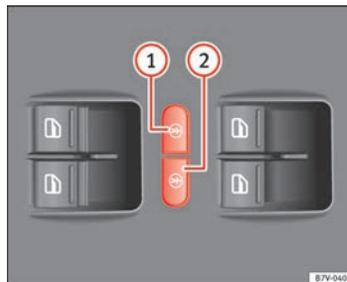

Fig. 51 En la puerta del conductor: teclas del seguro eléctrico para niños.
El seguro eléctrico para niños evita la apertura y el cierre de puertas corredizas y de los elevavinas eléctricos de las mismas desde el interior, para que los niños no abran una puerta por error durante la conducción. Con la tecla izquierda ⇒ fig. 51 ① o bien derecha ②, se activa el seguro para niños en el lado trasero izquierdo o derecho, respectivamente.